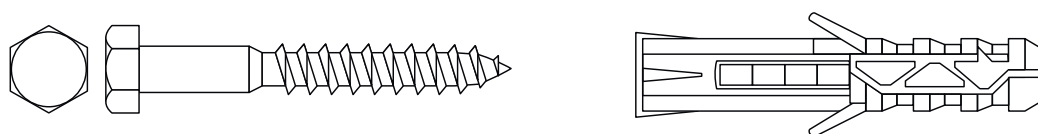

Рисунок 7.4.1 Шуруп с шестигранной головкой «Глухарь» с дюбелем
- 3 Сверление производить сверлом диаметром 16 мм. В отверстия установить распорные дюбели диаметром 16 мм и длиной 80 – 120 мм (рис. 7.4.1);